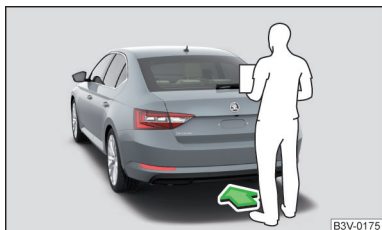

Fig. 45
- Balansați energic un picior sub bara de protecție din spate, în zona senzorului, în sensul săgeții » fig. 45.